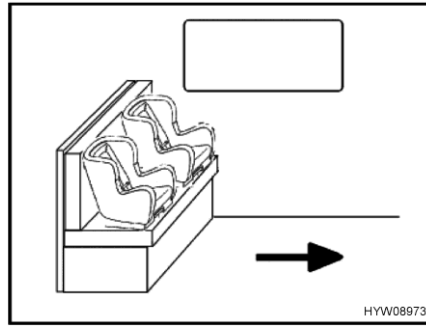
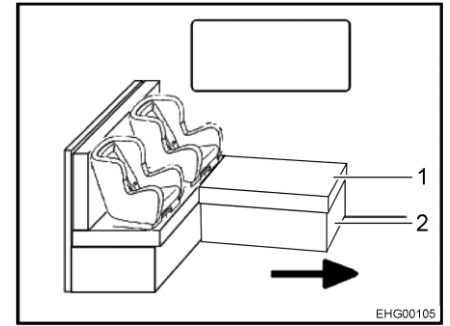

Fig. 22 Asientos infantiles en el banco
Fig. 23 Asientos infantiles en el banco L
La flecha en Fig. 22 y en Fig. 23 muestra la dirección de marcha.
- Quitar el cojín (Fig. 23,1) si es necesario.
- Plegar el bastidor de baúl (Fig. 23,2) si es necesario.